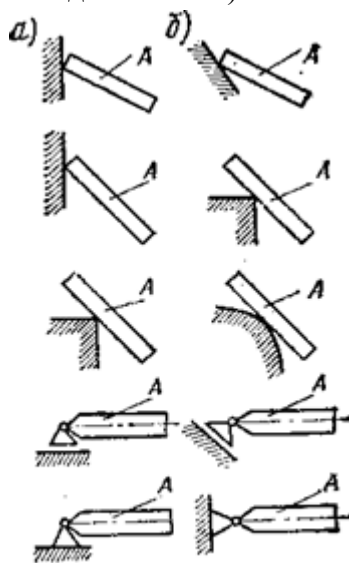

Рис. 2
19. Изменится ли направление реакций связей, если, не меняя нагрузку на брус А и его положение, изображенное на рис. 2, а, опоры (связи) заменить опорами (связями), как показано на рис. 2, б? (Трение не учитывать, т. е. связи считать идеальными.)